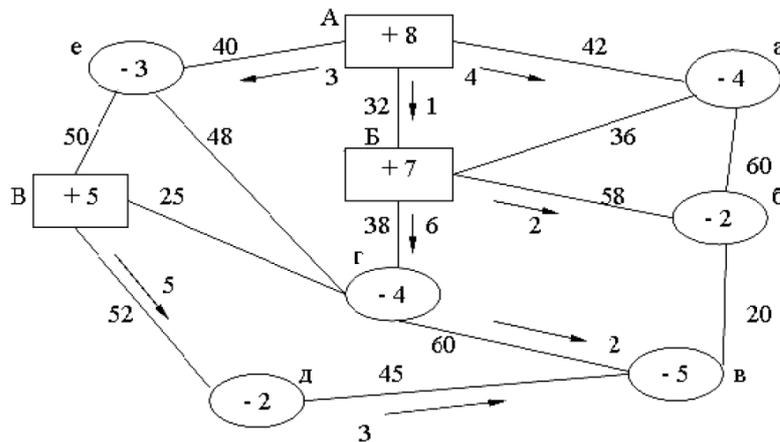

Рис.1 - Размеры отправления и прибытия по станциям в тыс. т и себестоимость перевозок 1 т груза в рублях на всем протяжении каждого участка
**Задача 3 (творческий уровень).** На полигоне размещены три станции отправления одинакового груза А, Б, В и шесть станций прибытия а, б, в, г, д, е. Показаны размеры отправления и прибытия по станциям в тыс. т и себестоимость перевозок 1 т груза в рублях на всем протяжении каждого участка (см. рис.1).